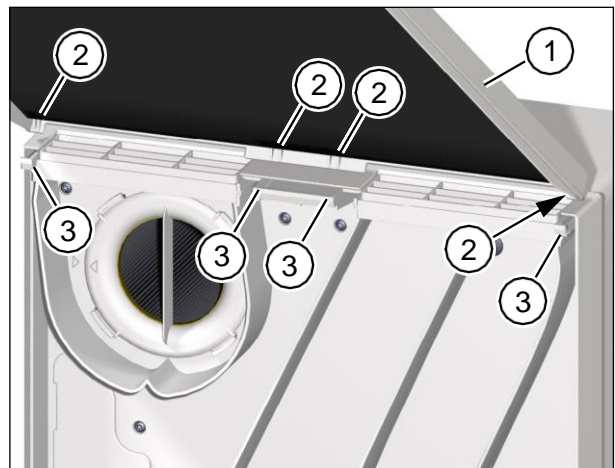

Рис. 24: Встановлення захисного кожуху на вентиляційної установки
- ▶ Візьміть захисний кожух (пункт 1 на Рис. 24) вентиляційної установки та зачепіть за верхній край вентиляційної установки.
- ▶ Вставте кріплення (пункт 2 на Рис. 24) захисного кожуху в пази (пункт 3 на Рис. 24) зверху вентиляційної установки.